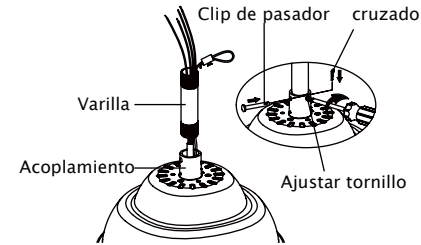

Fig. 8
**Paso 4.** Alimente con cuidado los cables del ventilador y el cable de seguridad a través de la varilla descendente. Enrosque la varilla descendente en el acoplamiento del motor hasta que los orificios del pasador transversal estén alineados. A continuación, vuelva a colocar el pasador cruzado y el clip, y apriete ambos tornillos de fijación. (Fig. 8)